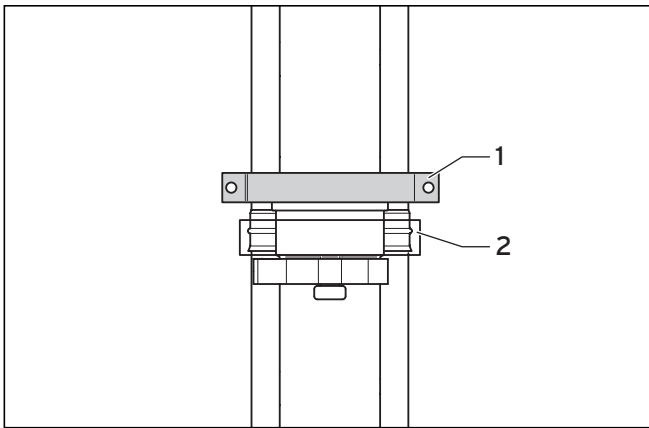

Рис. 4.77 Укорачиваемый удлинитель с кронштейном на наружной стене
- Необходим дополнительный стеной кронштейн (1) для того, чтобы система не отделилась и не ослаблялась из-за ветровой нагрузки.
- Смонтируйте непосредственно над укорачиваемым удлинителем дополнительный стеной кронштейн (1), как это показано на рис. 4.77.